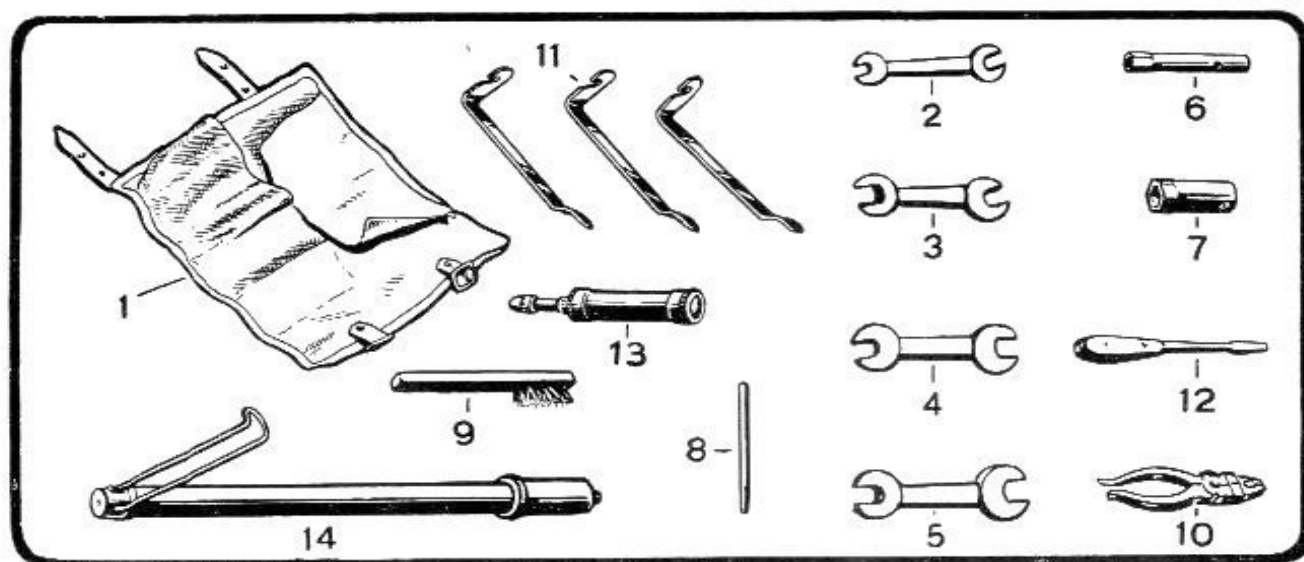
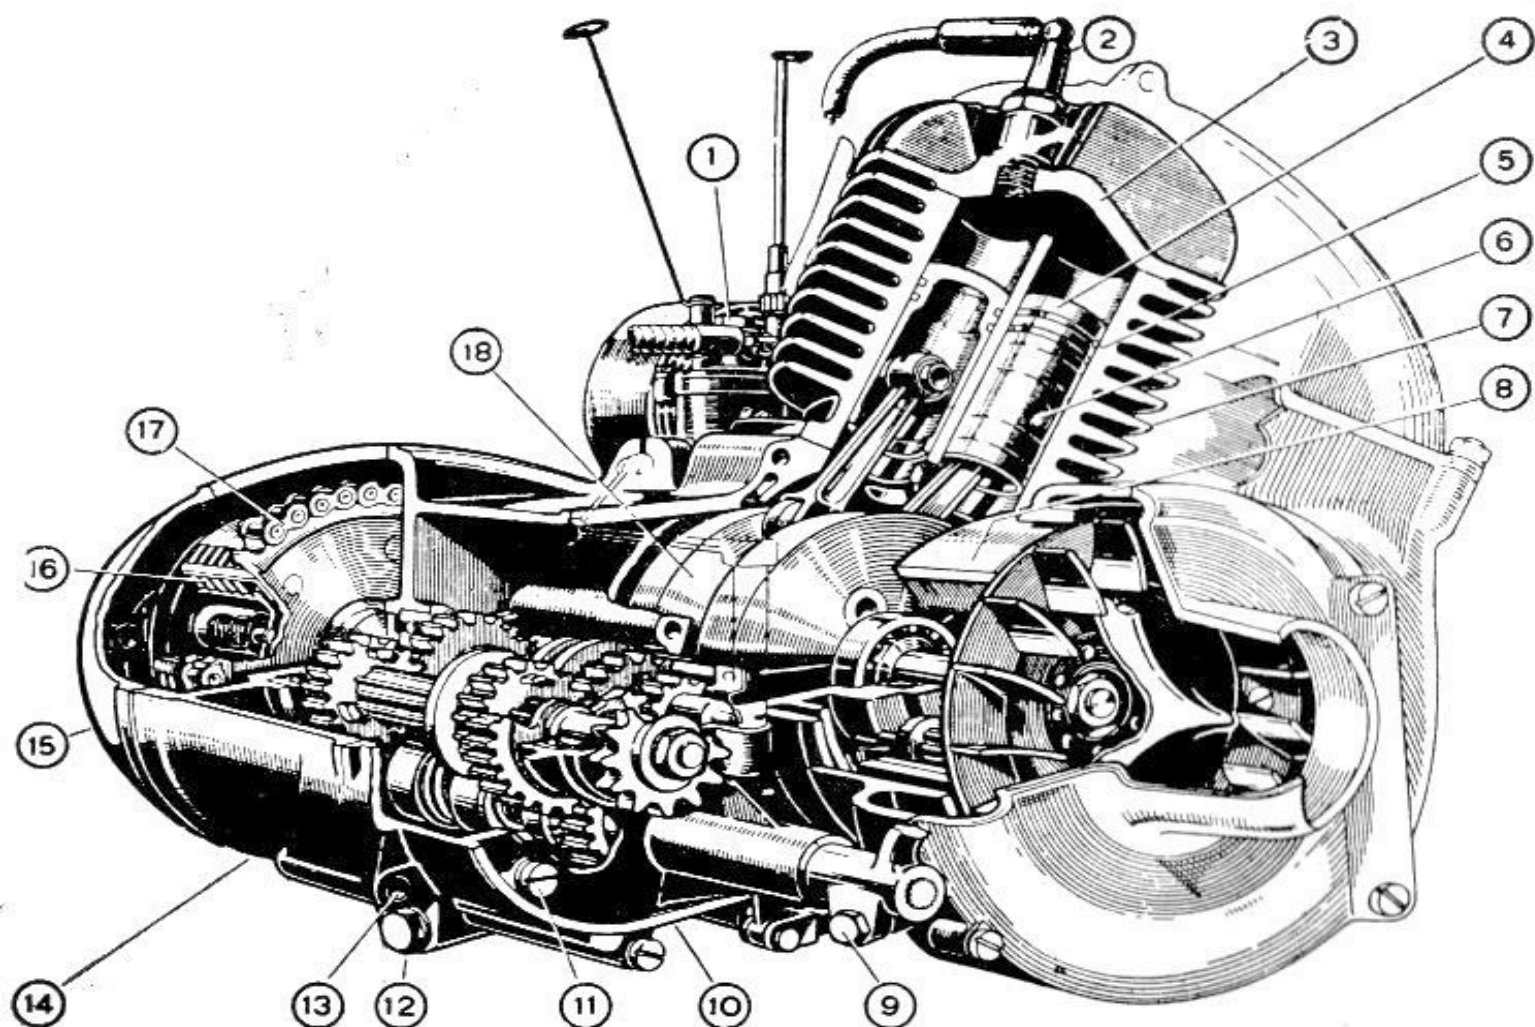

Fig. 4 - Dotazione individuale chiavi ed utensili.
Fig. 9 - Sezione in prospettiva del motore « Iso ».
- smontare la candela (2 fig. 9) servendosi della chiave di dotazione (7 fig. 4).
— **Carter:** in due pezzi (10-14 fig. 9), in lega leggera, ottenuto con iniettofusione. Nel semicarter lato magnete-volano, sono presate le bussole in bronzo per l'albero comando messa in moto e per la leva comando cambio.
- **Cilindro:** in ghisa speciale al nichel-cromo (7 fig. 9).
- **Pistoni:** due (4) in lega speciale tipo LO-Ex.
- togliere la testa del cilindro (3 fig. 9), il cilindro motore (7) e gli scappamenti;
- smontare la testa del motore (3 fig. 9), il cilindro (7) ed i pistoni (4);